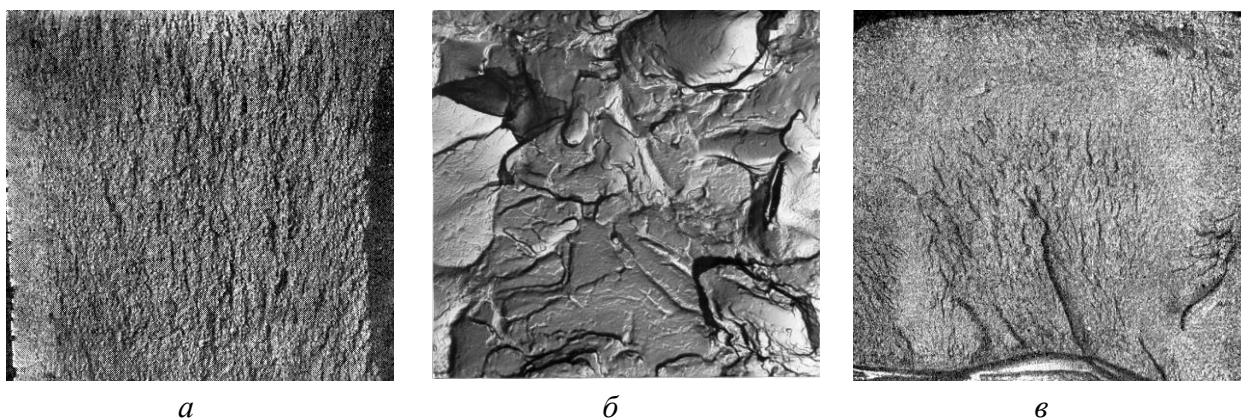

Рис. 3. Виды изломов стали:
*Изломом* называется поверхность, образующаяся вследствие разрушения металлов. Изломы металлов могут существенно отличаться по цвету. Так, стали и белые чугуны, в которых весь углерод связан в цементите, имеют излом светло-серого цвета. У графитизированных сталей и чугунов, в которых углерод находится преимущественно в виде графита, излом черного цвета. На поверхности изломов можно видеть дефекты, которые способствовали разрушению. В зависимости от состава, строения металла, наличия дефектов, условий обработки и эксплуатации изделий изломы могут иметь *вязкий*, *хрупкий* или *усталостный* характер (рис. 3).
*Вязкий (волоконистый) излом* (рис. 3, *а*) имеет бугристо-сглаженный рельеф и свидетельствует о значительной пластической деформации, предшествующей разрушению. По виду вязкого излома нельзя судить о форме и размерах зерен металла.
*Хрупкий (кристаллический) излом* (рис. 3, *б*) характеризуется наличием на поверхности плоских блестящих участков. Так как разрушение протекает без заметной пластической
*Усталостный* излом (рис. 3, *в*) образуется в результате длительного воздействия на металл циклических напряжений и деформаций. Излом состоит из трех зон: зарождения трещины, собственно усталостного распространения трещины и долома. Механизм усталостного разрушения следующий: усталостная трещина возникает в местах, где имеются концентраторы напряжений или дефекты. Первая зона плоская и гладкая. Увеличиваясь при работе детали, трещина образует зону собственного усталостного распространения с характерными концентрическими бороздками или дугами и мелкозернистым, фарфоровидным изломом. Зачастую она имеет отдельные участки гладкой притертой поверхности. Долом происходит внезапно, когда ослабленное трещиной сечение детали не способно выдержать прикладываемой механической нагрузки. Долом бывает вязким или хрупким.